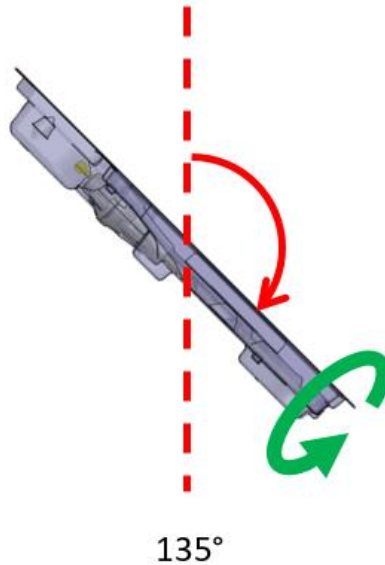

Bild 16: Ultraljudsapplikatorn i 135°-läge
- e. Fortsätt att luta ultraljudsapplikatorn till 135°-läget och upprepa den rotationscykel som beskrivs i föregående steg (*Bild 16*).